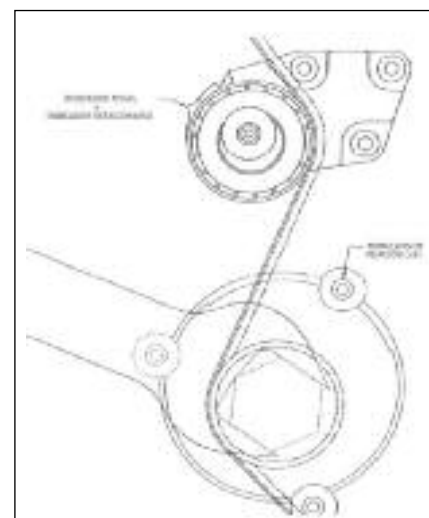

Figura 6: tensor en posición nominal.
9. Continúe girando el cuerpo de la bomba de agua hasta que el Indicador Móvil* se alinee con el Indicador FIJO** sobre el conjunto soporte del tensor, luego ajuste los tres tornillos de sujeción (25Nm) alrededor del cuerpo de la bomba de agua (Ver Figura 6).